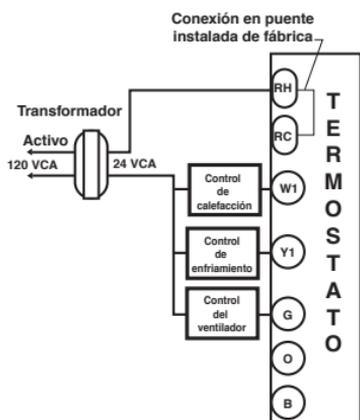

**Figura 4**
5. Coloque el termostato contra la pared en la posición deseada. Asegúrese de que el cableado pase a través del espacio abierto (Figura 4) en la base del termostato.
6. Marque la ubicación de los orificios de montaje (Figura 4). Coloque la base a un lado.
12. Los tornillos de terminal están sueltos y listos para la inserción del cableado. Inserte los cables en las cintas terminales (Figura 4) haciendo concordar la etiqueta con la terminal correspondiente (vea los diagramas de cableado). Apriete los tornillos.